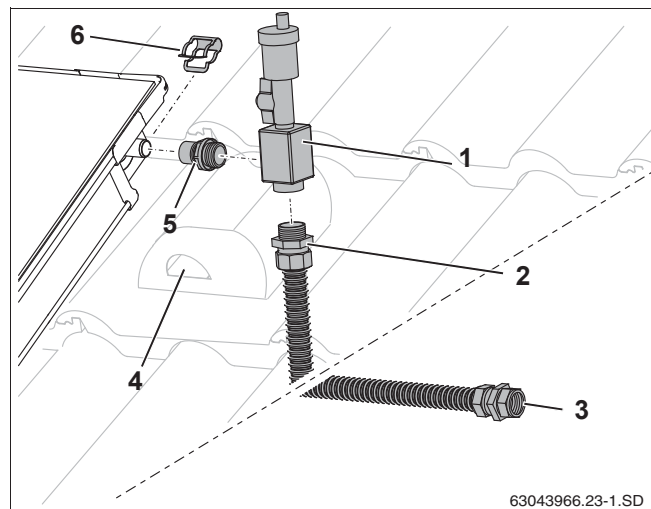

Рис. 58 Монтаж воздушного клапана
- ▶ Заверните ниппель (рис. 58, [5]) и соединительную трубу (рис. 58, [2]) в воздухоборник (с кольцевым уплотнением).
- ▶ Наденьте воздухоборник (рис. 58, [1]) вместе с ниппелем на штуцер коллектора и закрепите зажимом (рис. 58, [6]).
- ▶ Проведите трубу вместе с проводом датчика через черепицу с вентиляционным отверстием (рис. 58, [4]) и изоляцию кровли.
- ▶ Подключите сборную линию к резьбовому соединению с зажимным кольцом (рис. 58, [3]).